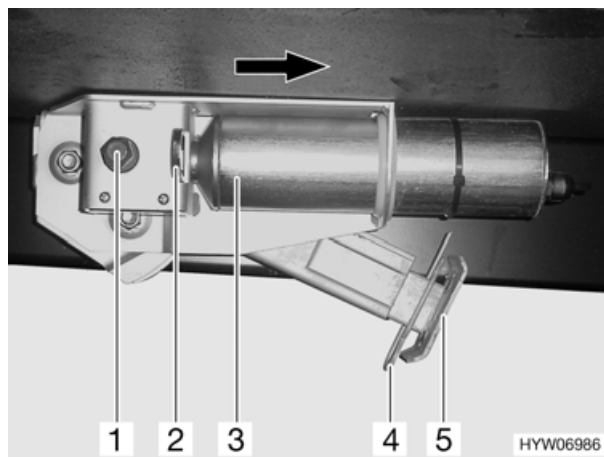

Fig. 20 Piedino di stazionamento elettrico
- Estrarre la copiglia (Fig. 20,4) dal prolungamento dell'estremità del piedino (Fig. 20,5).
- Premere all'interno l'archetto di sicurezza (Fig. 20,2).
- Spostare il motore (Fig. 20,3) in direzione della freccia fino alla battuta.
- Uscire o rientrare i piedini di stazionamento come piedini meccanici agendo sull'esagono (Fig. 20,1).